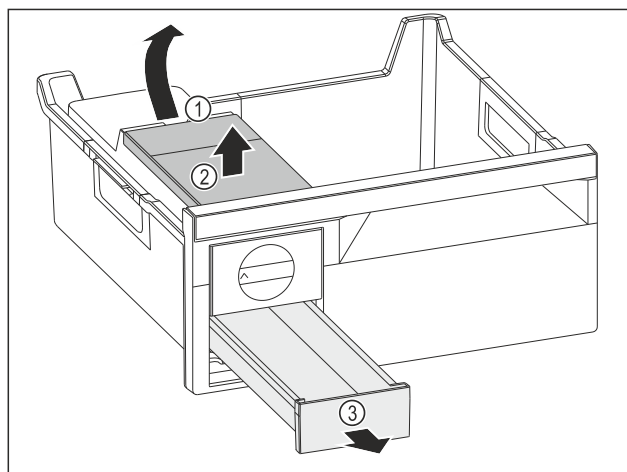

Fig. 104
- Watertank wegnemen: Watertank bij de uitparing Fig. 104 (1) optillen.
- Watertank Fig. 104 (2) naar boven toe wegnemen.
- IJsblokjesvak Fig. 104 (3) naar voren toe wegnemen.